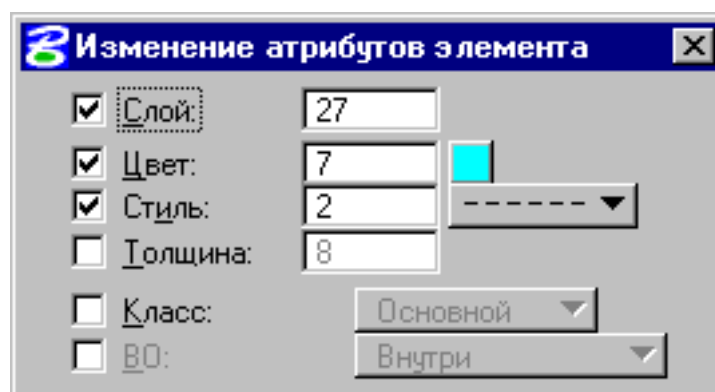

рис. 38
- Выбрать элемент (элементы), а затем в линейке пиктограмм *Изменение атрибутов* (рис. 33) выбрать инструмент *Изменение атрибутов элемента*. Появится диалоговое окно (рис. 38). Поставьте галочки напротив параметров, которые хотите изменить, и укажите на какое значение их изменить. Затем в видовом окне подтвердите изменение (в любом пустом месте видового окна нажмите левую кнопку мыши).